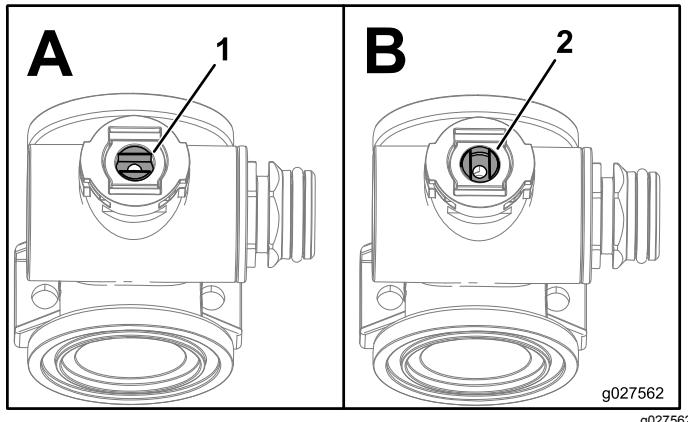

Figura 113
1. Ponga el vástago de la válvula en la posición de cerrado (Figura 113, B).
3. Gire el vástago de la válvula hasta que la bola esté en la posición de abierto (Figura 113 A).
7. Gire el conjunto del vástago de la válvula a la posición de cerrado (Figura 113 B).